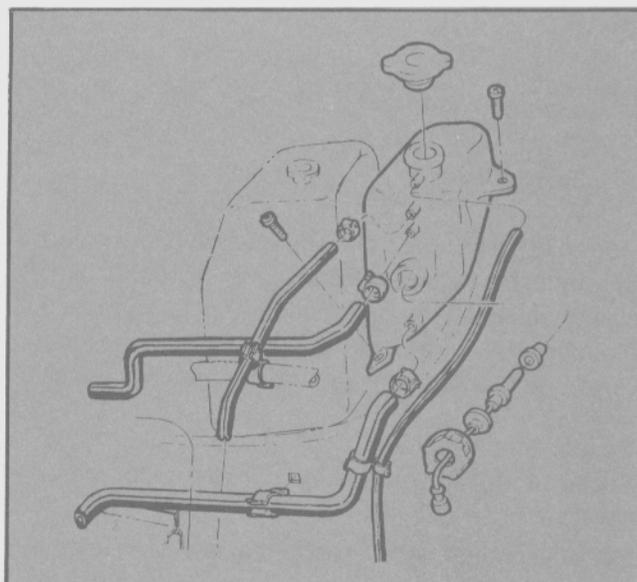

Fig. 29 - Depósito recuperador e indicador de nivel de refrigerante.
- Extraer el depósito hacia arriba (Fig. 29).